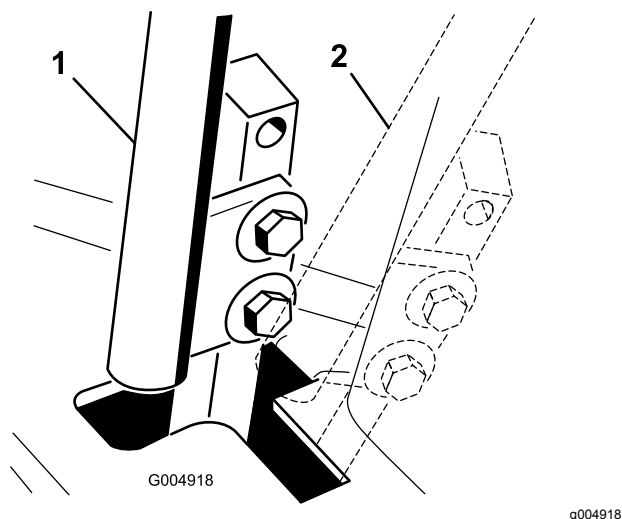

Figura 51
4. Mueva la palanca de control a la posición de PUNTO MUERTO, pero **no a la posición de bloqueo** (Figura 51).
6. Compruebe la posición de la palanca de control con relación a la muesca de la consola (Figura 51).